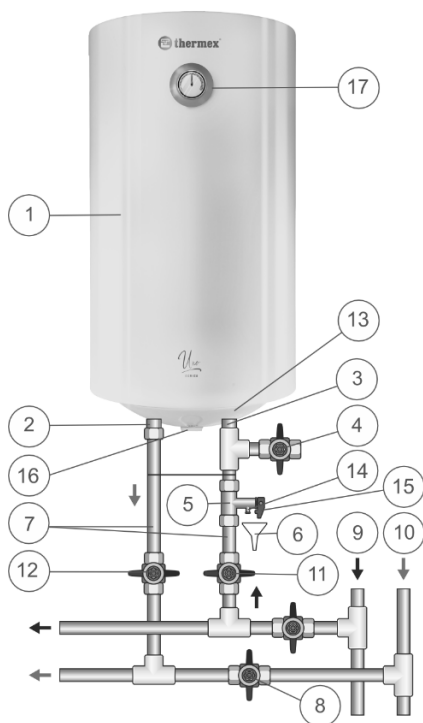

Fig. 1. Schema del collegamento idraulico dello scaldacqua
Montare la valvola di sicurezza (Fig. 1, pos. 5) all'entrata dell'acqua fredda (Fig. 1, pos. 3), un raccordo con anello di colore blu, a 3,5-4 giri assicurando la tenuta idraulica del collegamento con qualsiasi materiale di guarnizione (lino, nastro Teflon, etc.).
Il collegamento idraulico si effettua secondo le indicazioni riportate sulla Fig. 1 esclusivamente a mezzo dei tubi di rame, tubi multistrato di tipo «M-pipes» (costituite da strati polimerici e metallici) o di plastica oppure dei raccordi flessibili idraulici. E vietato l'utilizzo dei raccordi flessibili idraulici già usati. Si consiglia di alimentare lo
Fig. 1: 1 – Scaldacqua, 2 – raccordo per l'uscita dell'acqua calda, 3 – raccordo per l'entrata dell'acqua fredda, 4 – rubinetto di scarico (non in dotazione), 5 – valvola di sicurezza, 6 – scarico alla canalizzazione (non in dotazione), 7 – tubi di alimentazione, 8 – chiudere il rubinetto quando lo scaldacqua è in uso, 9 – tubo di acqua fredda, 10 – tubo di acqua calda, 11 – rubinetto dell'alimentazione di acqua fredda, 12 – rubinetto dell'uscita di acqua calda, 13 – calotta di protezione, 14 – attacco di scarico della valvola di sicurezza, 15 – leva di apertura della valvola di sicurezza, 16 – manopola di controllo, 17 – indicatore di temperatura.
Dopo che il collegamento idraulico sia effettuato assicurare che il rubinetto di intercettazione di acqua fredda dello scaldacqua sia aperto e che rubinetto di intercettazione di acqua calda dello scaldacqua (Fig. 1, pos. 8) sia chiuso. Aprire il rubinetto dell'alimentazione dello scaldacqua con l'acqua fredda (Fig. 1, pos. 11), il rubinetto dell'uscita di acqua calda dallo scaldacqua (Fig. 1, pos. 12) ed il rubinetto dell'acqua
NB: per facilitare la manutenzione dello scaldacqua durante il suo uso si consiglia d'installare il rubinetto di scarico (Fig. 1, pos. 4) in conformità alle indicazioni fornite sulla Fig. 1 (per i modelli non dotati del raccordo di scarico (non è in dotazione)).
Lo scaldacqua viene acceso/spento ruotando la linea dell'indicatore sulla manopola di controllo situata sul coperchio di protezione dello scaldabagno (Fig. 1, pos. 16) sulla zona "OFF". La temperatura dell'acqua nel serbatoio interno viene regolata tramite la manopola di comando (Fig. 1, pos. 16) nel range di valori da "OFF" (valori minimi) a "HIGH" (valori massimi). La spia di controllo mostra la modalità di funzionamento dell'EWH: si accende quando l'acqua viene riscaldata e si spegne quando viene raggiunta la temperatura impostata.